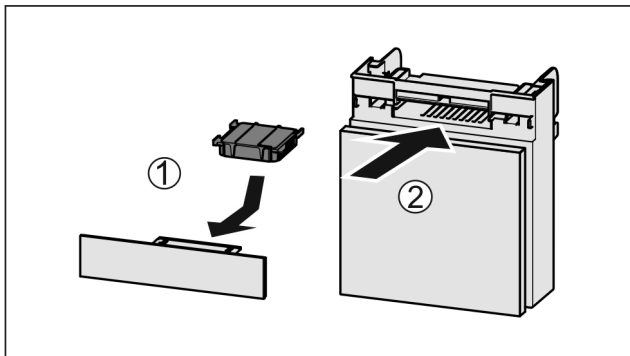

Fig. 160
- ▶ Aktivkohlefilter nach Abbildung einsetzen Fig. 160 (1).
- ▶ Fach einschieben Fig. 160 (2).